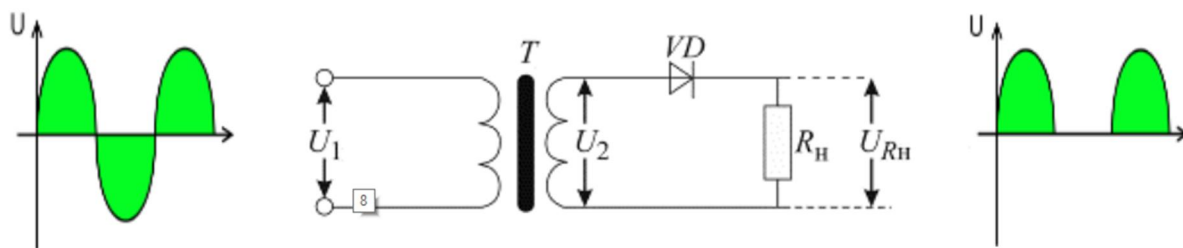

Рисунок 7.2 – Схема однофазного однополупериодного выпрямителя
В однополупериодном выпрямителе (рис. 7.2) диод  $VD$  пропускает ток только в одном направлении.
1. Цель работы, схемы измерений (рис. 7.2, 7.4, 7.6).